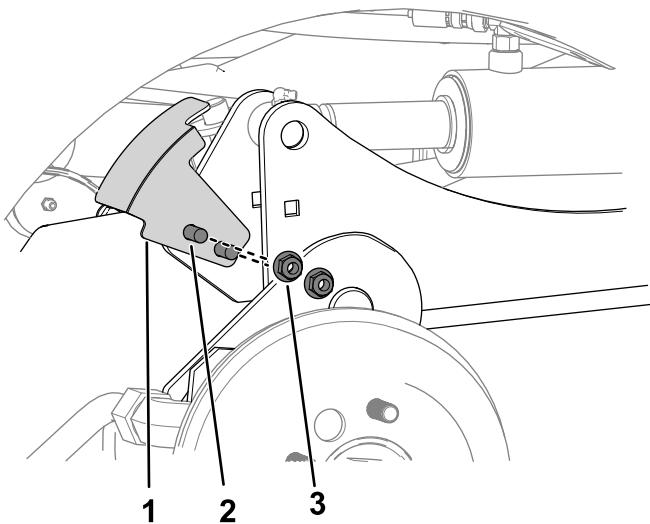

Рисунок 7
5. С помощью двух каретных болтов и двух гаек ($\frac{3}{8}$ дюйма) прикрепите кронштейн датчика к правому подъемному рычагу (Рисунок 7).